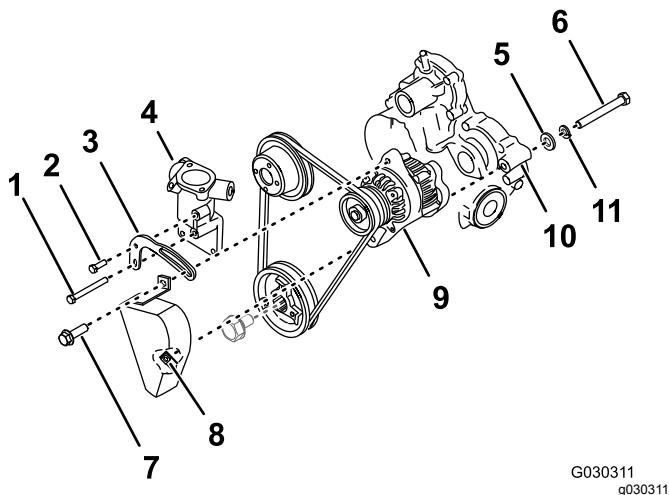

図 242
3. オルタネータとベルトテンションブラケットから、オルタネータのロックボルトを外す 図 242。
4. サーモスタットのハウジングとベルトテンションブラケットから、短い方のテンションブラケットボルトを外す 図 242。
5. シリンダヘッド、サーモスタットのハウジング、ベルトテンションブラケットから、長い方のテンションブラケットボルトを外してテンションブラケットを取り外す 図 242。
6. オルタネータの後部で、ピボットボルトを完全にゆるめて車体からベルトカバーを取り外す 図 242。
7. オルタネータを支えておいて、オルタネータとエンジンのギアケースから、ピボットボルト、ロックワッシャ、平ワッシャを外す 図 242。